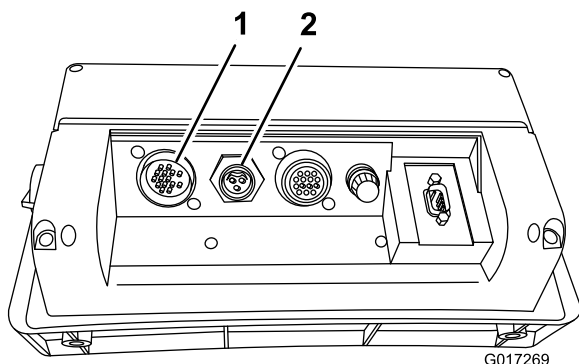

图3
- 将电缆插入控制台电脑后部相应的输入端（图3），然后旋转锁紧环，紧固电缆。